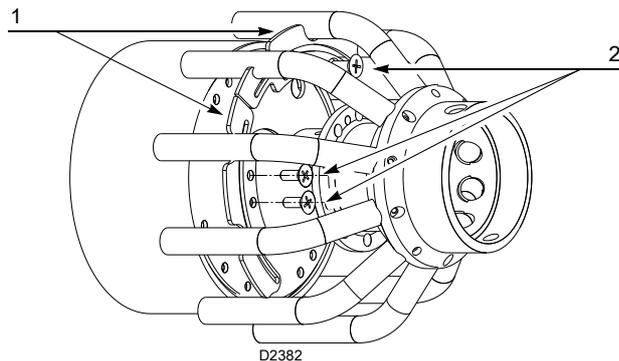

图 14
- 如果在 B 区内，在启动燃烧器之前，应先拆下 8 个螺钉 2) (图 14)，移除固定在稳焰盘后面的 4 个圆形扇部件 1) (图 14)。